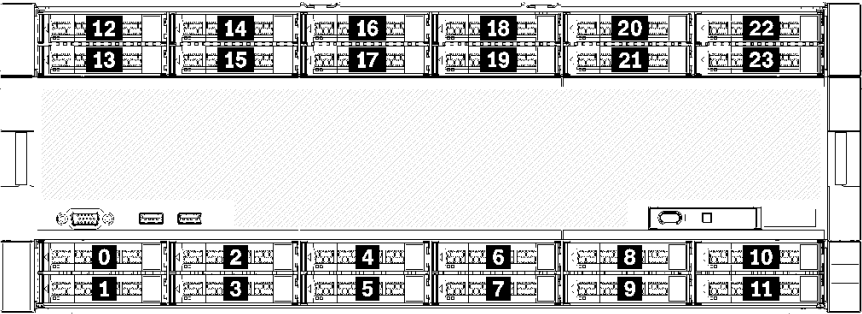

图 9. 硬盘插槽位置
- 顶部两个硬盘支持 SAS、SATA 或 NVMe 接口硬盘（Lenovo AnyBay）。服务器可支持最多 12 个 NVMe 硬盘，具体取决于服务器配置。支持 NVMe 的硬盘插槽是具有偶数编号的插槽，如第 20 页图 9 “硬盘插槽位置” 中所示。